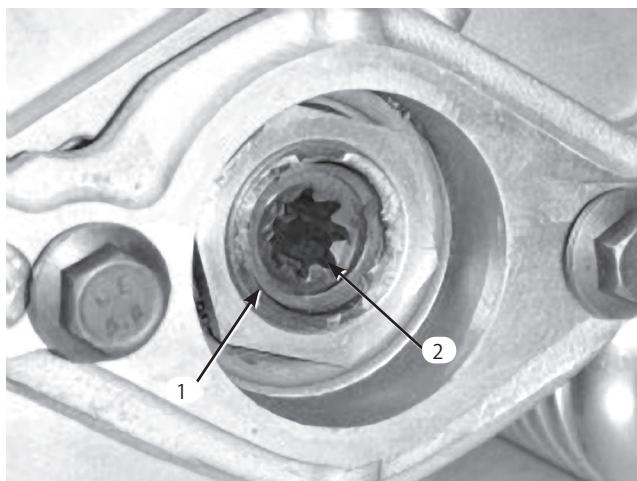

図7
- D. 駆動カップラをリール・チューブに固定しているスナップ・リングを取り外す(図7)。駆動カップラを取り外す。